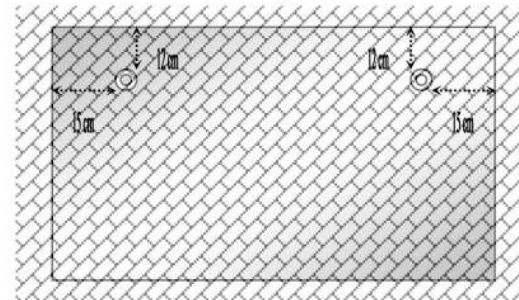

Abbildung 2
3. Jetzt bohren Sie die Löcher für die Haltebleche an der Wand gemäß Abbildung 2. Anschließend setzen Sie die mitgelieferten Dübel ein und drehen die Hakenschraube rein.